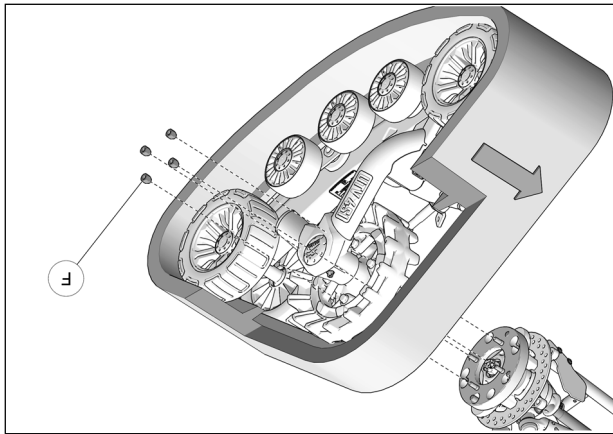

Fig. 19
7. Fixer le système de traction à l'espaceur de roue avant. Utiliser les écrous de roue M10 (F) fournis. Voir la Fig. 19